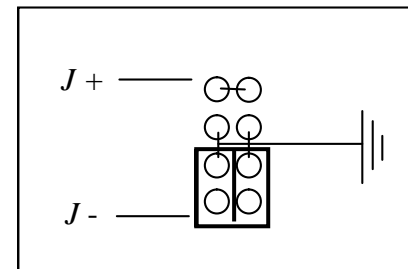

Рис. 9 Заземление минусовой клеммы
10.3 На основной плате возле выходной шины найдите разъем заземления – см. рис. 9. Заводская установка перемычки – заземление по минусовой клемме источника.